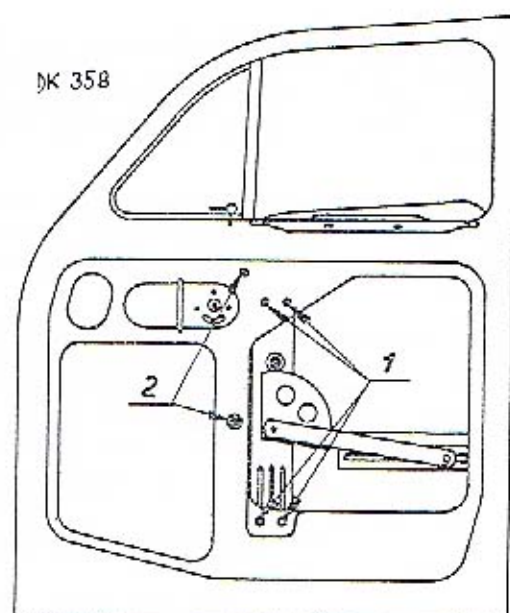

Abb. 32. Ausbau des versenkbaren Fensters.
- c) Die Schrauben im Fenstersenker 1 werden gelockert, der Fenstersenker wird herausgenommen, das Fenster wird in die untere Lage heruntergezogen, durch Lockerung der Leiste des Lüftungsfensters durch die Schraube 2 und durch ihr Wegdrücken wird die Glascheibe durch die Öffnung in der Mitte des Türblechs herausgenommen, siehe Abb. 32.